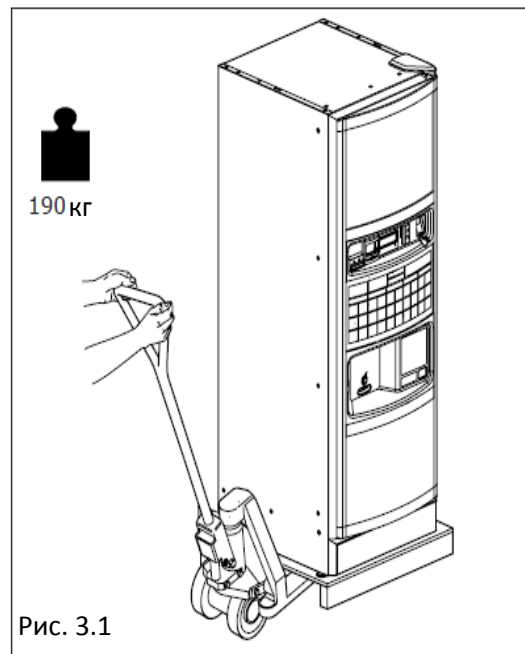

Рис. 3.1
3.1 Перемещение и транспортировка (Рис. 3.1)